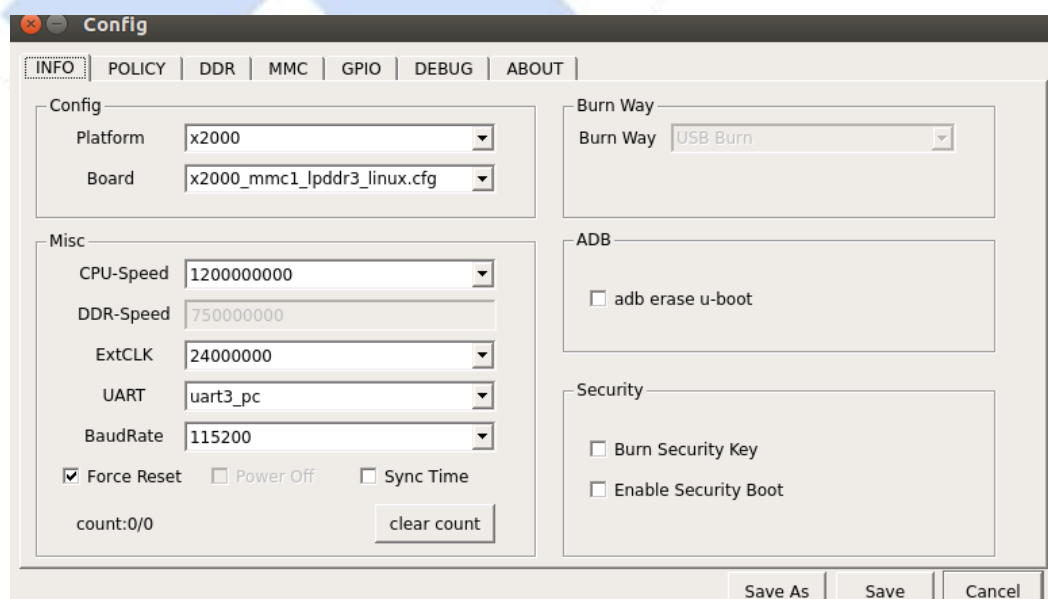

图 3-8
- 1、基本信息的配置，点击 INFO，进入基本配置信息，Platform 选择 x2000, Board 选择 x2000\_mmc1\_lpddr3\_linux.cfg，具体可参图 3-8。